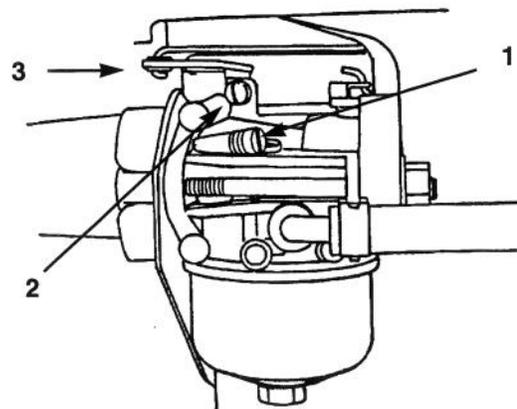

Figure 26
- Tourner doucement la vis de richesse du ralenti (Fig. 26) dans le sens horaire jusqu'à ce qu'elle soit presque serrée. Ne pas la forcer (trop serrer) au risque d'endommager le carburateur.
- Dévisser la vis de richesse (Fig. 26) d'un tour dans le sens anti-horaire. Ce réglage permet de démarrer le moteur.
- Maintenir le bras d'accélérateur du carburateur contre la vis de régime du ralenti (Fig. 26). Régler la vis de régime de telle sorte que le moteur tourne à 1750 tr/mn. Contrôler le régime à l'aide d'un tachymètre.
- Tout en maintenant le bras d'accélérateur contre la vis de régime, visser doucement la vis de richesse (Fig. 26) dans le sens horaire jusqu'à ce que le moteur commence à tourner moins régulièrement (mélange riche).
- Ajuster ensuite la vis de richesse (Fig. 26) entre mélange pauvre et mélange riche jusqu'à ce que le moteur tourne régulièrement.